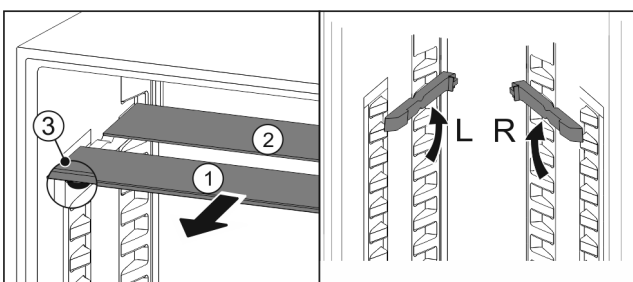

Fig. 126
- ▶ Glasplatten einzeln nach vorne herausziehen Fig. 126 (1).
- ▷ Glasplatte Fig. 126 (1) mit Zierleiste liegt vorne.
- ▷ Stopps Fig. 126 (3) zeigen nach unten.